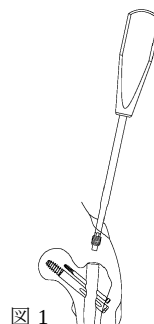

図 1
- 1) ストレートドライバー-L を用いてエンドキャップを抜去します。（図1）